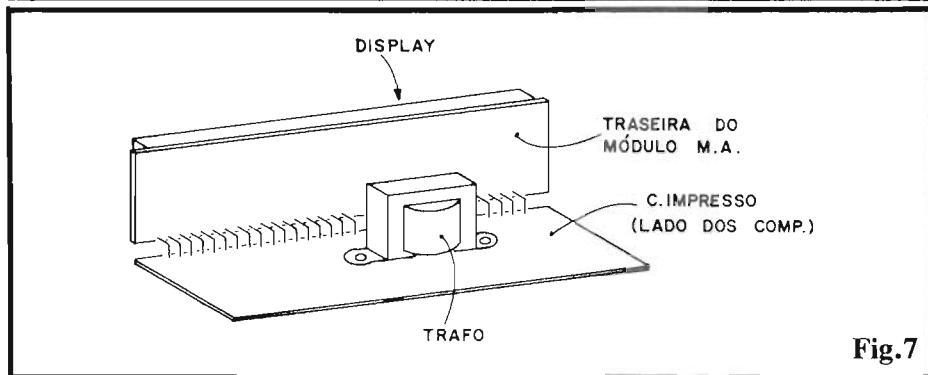

Fig.7
- **FIG. 7 - DETALHAMENTO MECÂNICO DO CONJUNTO COMPLETO** - Depois de tudo interligado (ainda antes, contudo, da inserção na caixa...), o aspecto geral do conjunto ficará "nos conformes" da ilustração. Notar que o transformador, incorporado à placa de "apoio", dará estabilidade ao arranjo, "baixando" seu centro de gravidade o suficiente para que o conjunto facilmente repouse na sua posição natural de utilização e visualização...